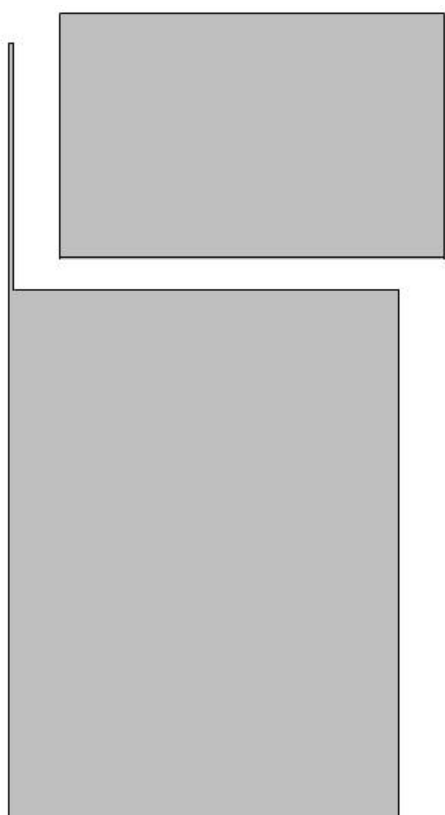

Рис. 11 Раскрой поликарбоната для двери и форточки
3.8.3. Положите дверное покрытие на каркас двери и форточки (пункта 3.8.1.) и проверьте правильность размера вырезанного вами дверного покрытия. На листе дверного покрытия отметьте маркером размеры форточки и острым ножом вырежьте покрытие форточки (см. Рис.11).